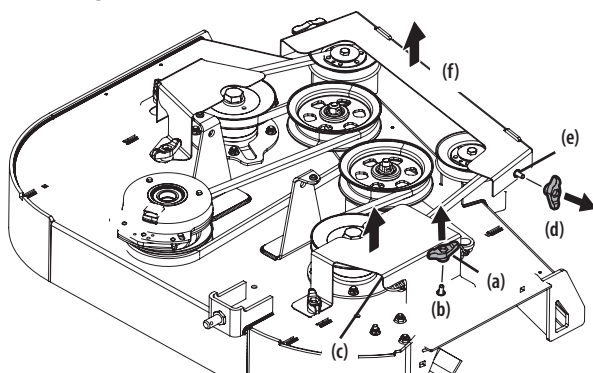

Figura 38
3. Quite las perillas de mariposa (a) de los tornillos de carro (b) que aseguran las cubiertas de las correas laterales (c) a la plataforma y quite las cubiertas de las correas laterales (Figura 38).
4. Quite las perillas de mariposa (d) de los tornillos de carro (e) que aseguran la cubierta de la correa frontal (f) a la plataforma y quite la cubierta de la correa frontal (Figura 38).